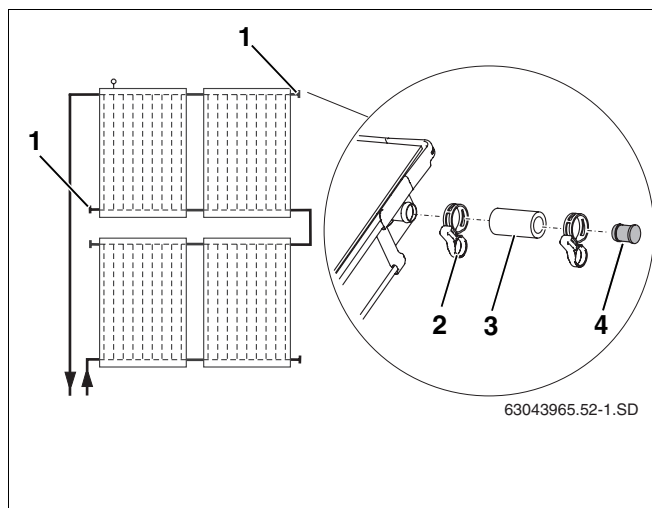

Fig. 59 Montaje del tapón ciego premontado
Cierre las conexiones del colector innecesarias (fig. 59, **pos. 1**) con los tapones ciegos.
- ▶ Conectar los tubos solares de 55 mm (fig. 59, **pos. 3**) con los tapones ciegos montados previamente sobre ambas conexiones libres.